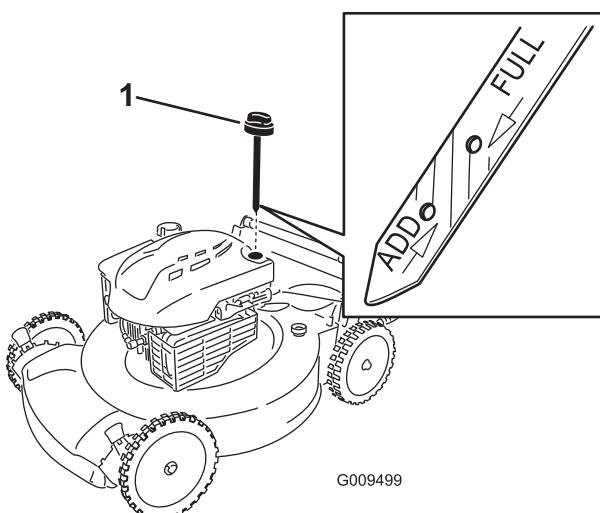

Figura 23
- Retire la varilla (Figura 23).
- Observe en la varilla el nivel de aceite (Figura 23).